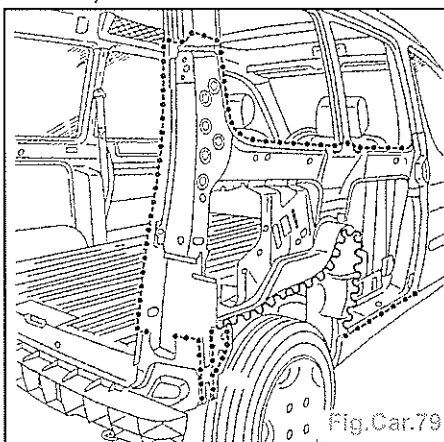

Fig.Car.79
- Préparation des bords d'accostage et protection par un apprêt soudable (Fig.Car.79).